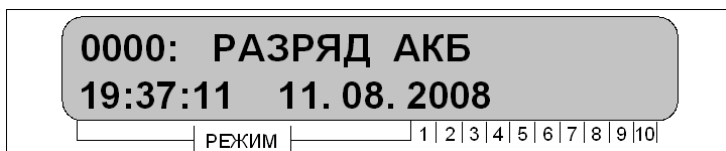

Рисунок 14 – Отображение последнего зарегистрированного события с указанием времени и даты
- нажатием клавиши «\*» можно посмотреть время и дату события отображаемого на ЖК-дисплее (в случае если текущие дата и время установлены в приборе правильно), рисунок 14.